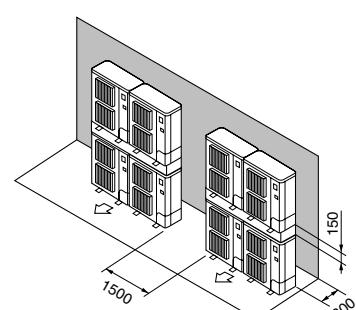

Fig. 2-14
⑦ Disposizione unità sovrapposte (Fig. 2-14)